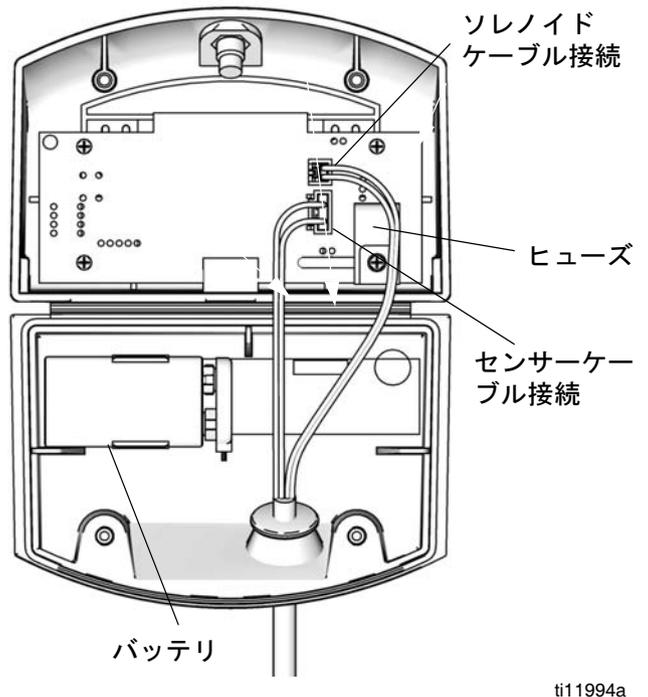

図 20. DataTrak バッテリーとヒューズの位置
5. 使用済みバッテリーを取り外し、認可されたバッテリーと交換します。図 20 を参照してください。